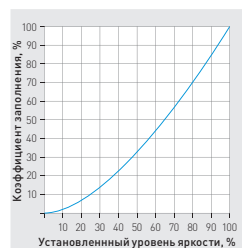

Рис. 4. Выбор характеристики диммирования
3.11. Выбор кривой диммирования выполняется DIP-переключателем 3 (рис. 4).